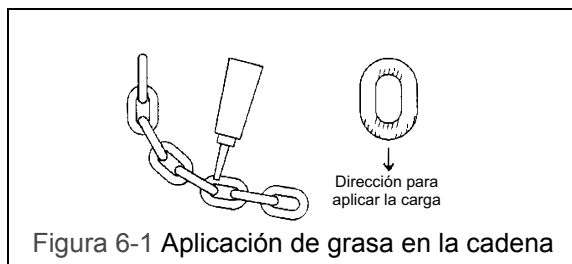

Figura 6-1 Aplicación de grasa en la cadena
6.2.3 Aplique grasa lubricante KITO (No. de parte. ER1BS1951) o una grasa equivalente de litio general industrial, NLGI No. 0, a las superficies de soporte de los eslabones de la cadena de carga como se indica en las áreas sombreadas en la Figura 6-1. También aplique grasa a las áreas de la cadena de carga (áreas sombreadas en la Figura 6-1) que hacen contacto con la polea de carga. Asegúrese de que la grasa se aplique a las áreas de contacto en las bolsas de la polea de carga.